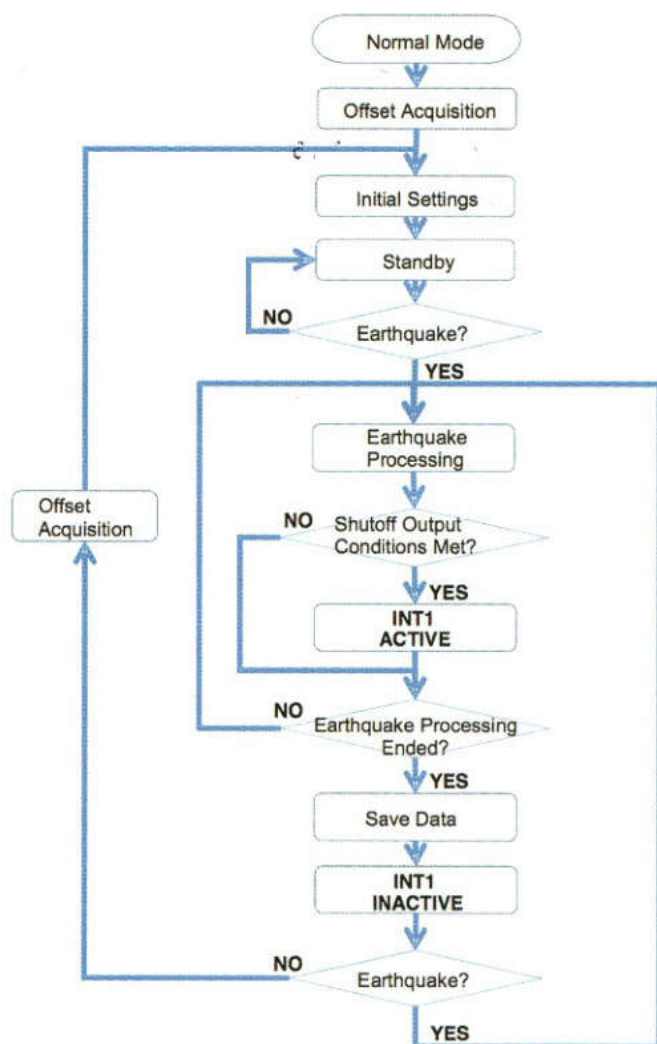

Figure 1 : organigramme d'un cycle de détection d'un tremblement de terre, où le mode normal correspond au mode veille.
Chaque fois qu'il est alimenté, le capteur passe en mode de détection d'offset et détermine si la condition d'effondrement s'est produite et, dans l'affirmative, la broche « INT1 » passe à un niveau logique bas (0). Si la condition n'est pas vérifiée, le capteur entre en mode veille et le cycle de détection d'un tremblement de terre commence (voir la figure 1).